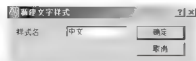

图 3.6 【新建文字样式】对话框
(1) 执行菜单栏中的【格式】|【文字样式】命令, 打开【文字样式】对话框。
(2) 单击【新建】按钮, 打开【新建文字样式】对话框, 在【样式名】文本框中输入“中文”, 如图 3.6 所示, 单击【确定】按钮, 返回【文字样式】对话框。